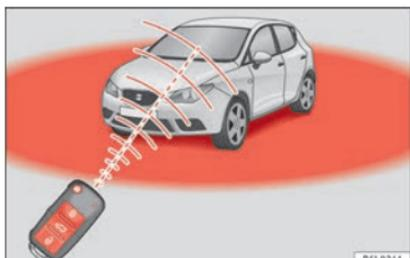

Fig. 132 Raggio d'azione del telecomando.
- Il telecomando a radiofrequenza ha un campo d'azione limitato, al di fuori del quale il suo uso non produce effetto alcuno » fig. 132.